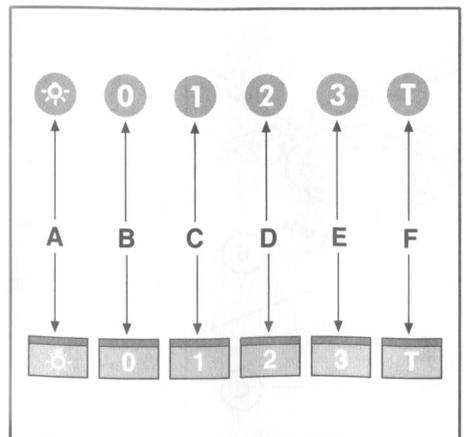

Fig.11
• **Органы управления (Рис.11):**